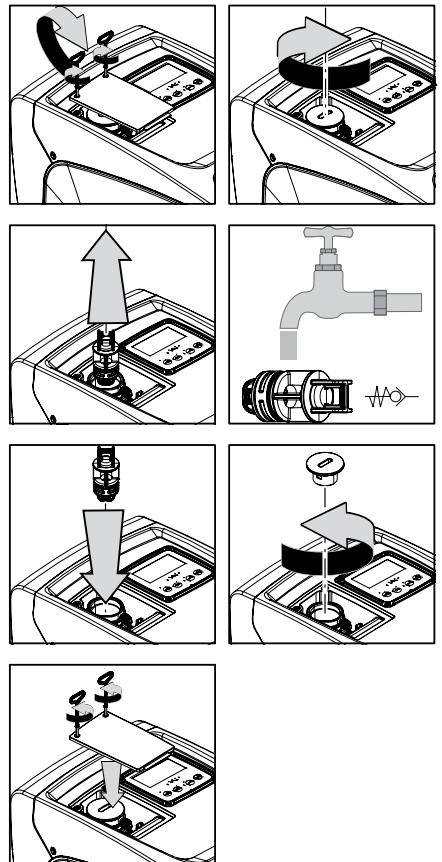

Abbildung 22
1. die Zugangsklappe zum Fach für die außerordentliche Wartung ausbauen (*Abb.1 Seite F*), indem die 2 Verschlusschrauben mit dem Zusatzwerkzeug gelöst werden. Es empfiehlt sich die Schrauben nicht ganz zu entfernen, damit sie verwendet werden können, um die Klappe abzuziehen. Darauf achten, dass die Schrauben nach dem Ausbauen der Klappe nicht in das Innere des Systems fallen (*Abb.22*);
2. mithilfe eines Schraubendrehers den 1"1/4 Deckel ausbauen, um auf das Rückschlagventil zuzugreifen (*Abb.22*);
3. mithilfe einer Zange die Kartusche des Rückschlagventils ohne zu drehen abziehen, indem an der vorbereiteten Brücke angesetzt wird (*Abb.22*): Dieser Vorgang könnte eine gewisse Kraft erfordern;
5. die komplette Kartusche erneut in ihren Sitz einsetzen: Der Vorgang verlangt die notwendige Kraft für das Zusammendrücken der beiden O-Ring-Dichtungen (*Abb.22*);
6. den 1"1/4 Deckel bis zum Anschlag einschrauben: falls die Kartusche nicht korrekt in ihren Sitz eingedrückt wurde, erfolgt dies spätesten beim Einschrauben des Deckels (*Abb.22*);
7. die Klappe wieder anbringen und die 2 Schrauben festziehen (*Abb.22*).